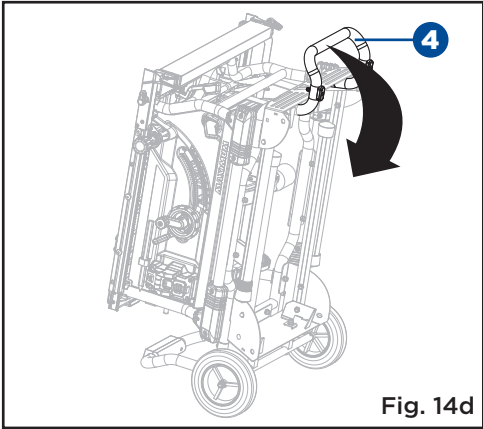
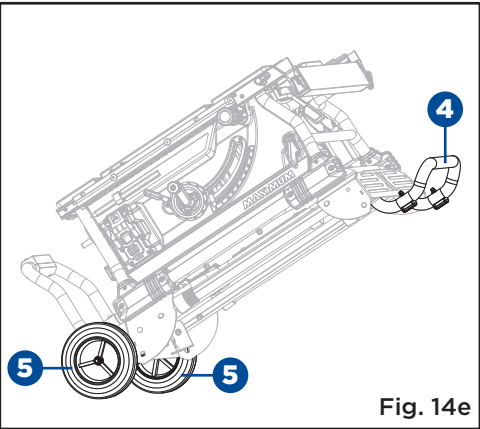

Fig. 14d
Fig. 14e
- Saisissez la poignée I (4) fermement et inclinez la scie vers vous. Poussez la scie à l'emplacement souhaité (Fig. 14e), puis déployez le support ou rangez la scie (Fig. 14d et 14f) dans un environnement sec.